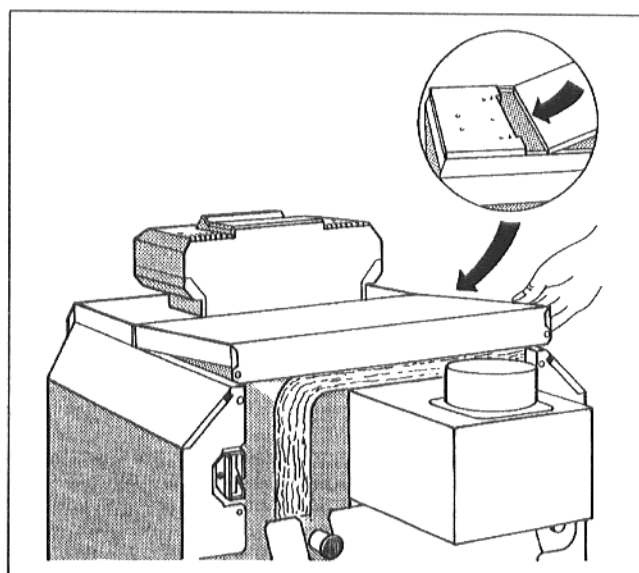

Fig. 22 Monter le capot arrière de la chaudière
- Glisser le capot arrière de la chaudière avec ses languettes sous le capot avant et appuyer derrière, vers le bas (Fig. 22).